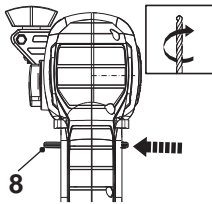

Fig. 10
1. Deslize o comutador do sentido de rotação (8) para a esquerda (da posição do utilizador) para utilizar o produto com sentido de rotação para a direita (Fig. 10).